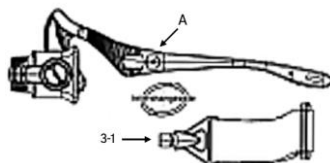

fig. 3
1. Appuyez sur le point de relâchement (A) du côté intérieur de la branche (fig. 3).